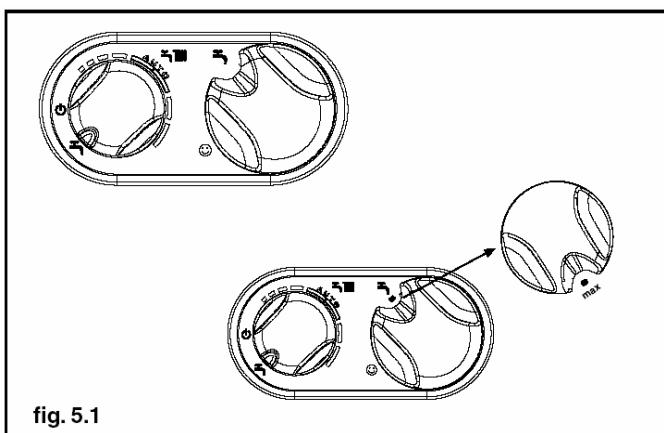

fig. 5.1
– установите переключатель режимов работы режим «лето» «» (рис. 5.1)
– установите регулятор температуры в контуре ГВС (рис. 5.1) на максимальное значение.
- Откройте кран подпитки (рис. 5.1а) и держите его открытый до тех пор, пока давление не поднимется до уровня от 1 до 1,5 бар.